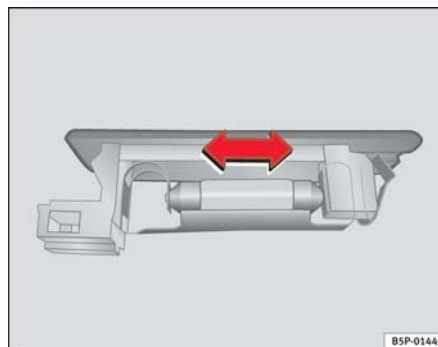

Fig. 180 Luz maletero
- Presione la lámpara lateralmente y extráigala del alojamiento. ⇒ fig. 180 ◀